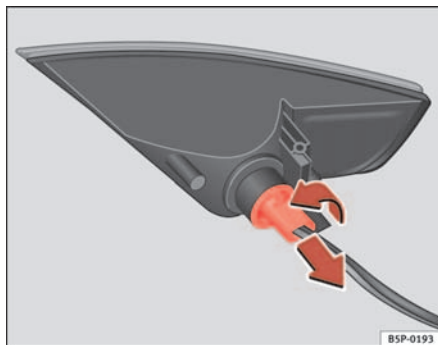

Fig. 186 Piloto una vez extraído del parachoques
- Gire el portalámparas a la izquierda, y extráigalo en el sentido de la flecha ⇒ fig. 186.